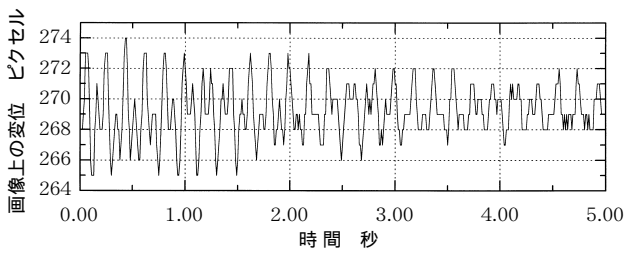

図3 測定結果（着目点の画像上の変位時刻歴）
- 2) 対象物上に設定した着目点の振動を、画像上での時刻歴変位として取り込む(図3参照)。